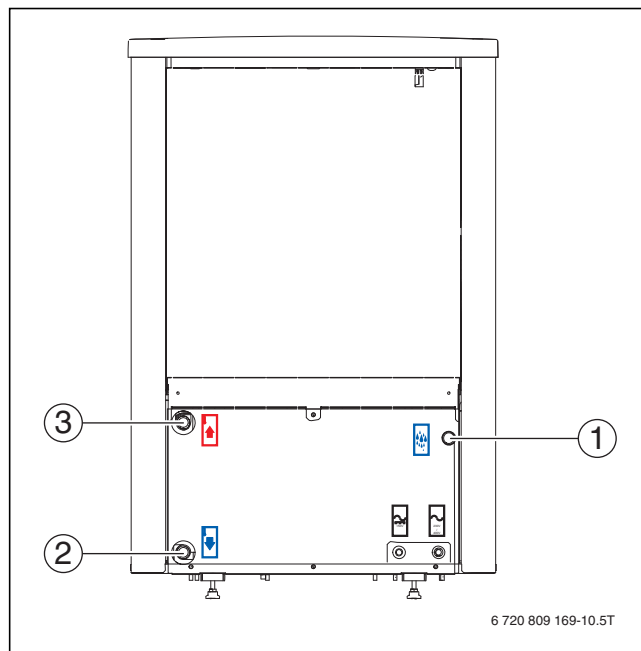

Рис. 14 Затяжка подключений Одинаковое у всех типоразмеров.
- ▶ Установите непосредственно на теплообменнике в обратной линии к тепловому насосу фильтр, пригодный для работы на открытом воздухе (→ [2], рис. 14).
- ▶ Подсоедините трубу от входа первичного контура к компактному блоку теплового насоса (→ [2], рис. 14).
- ▶ Подсоедините трубу от выхода первичного контура к компактному блоку теплового насоса (→ [3], рис. 14).